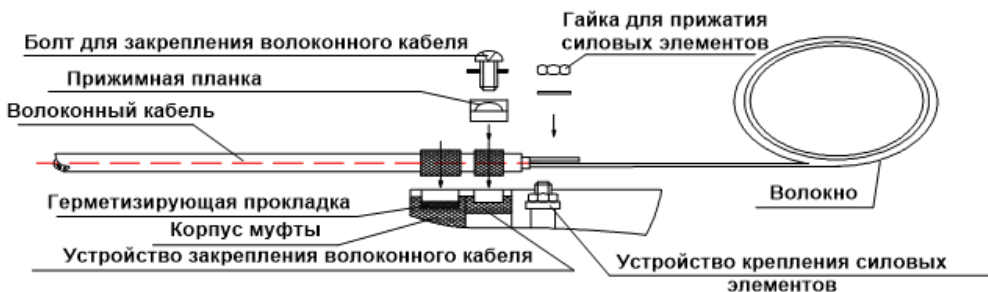

Рисунок 5 - Фиксация кабеля и силового элемента
4. Оставив некоторый запас в пространстве основания муфты под кассетой, заведите в нее модули с оптическим волокном и закрепите их нейлоновыми стяжками. Модули закрепляются в кассете в специальных желобах расположенных по углам. Нейлоновые стяжки крепятся через отверстия в желобах. Смотрите рисунок 5.